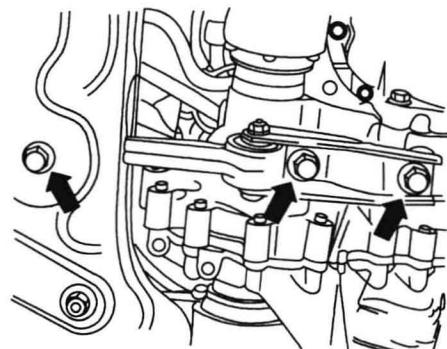

图 1-2 拆卸稳定杆的支撑杆
5) 拆下发电机挡泥板，将排气管从排气管上松开并拆下，拆卸图 1-2 中箭头所示的稳定杆的支撑杆。